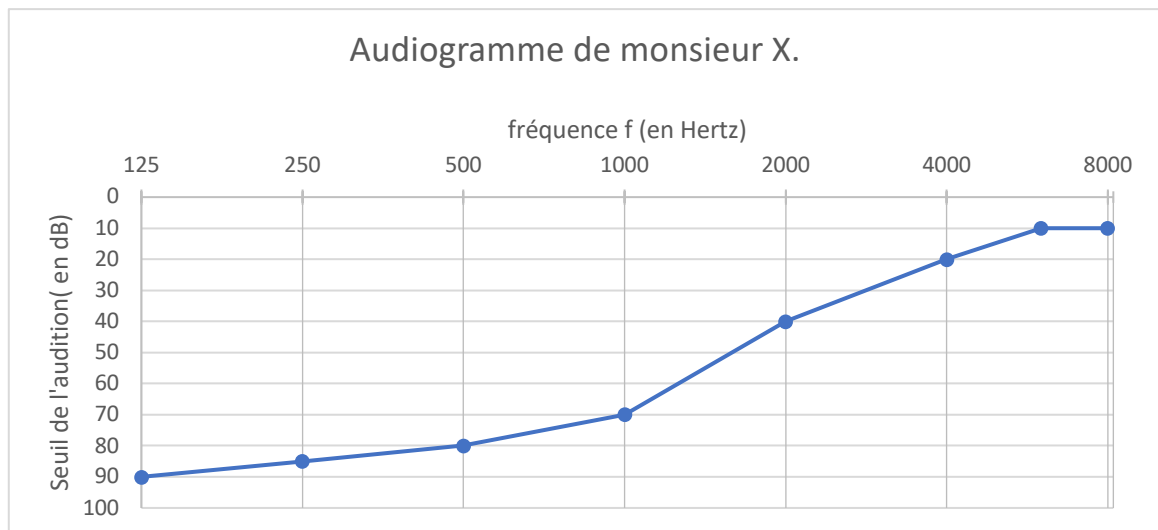

Figure 4 : Audiogramme de monsieur X
6. Grâce à l'observation de l'audiogramme de monsieur X représenté sur la **figure 4** et en tenant compte du niveau sonore d'une alarme (85 dB), proposer un développement argumenté pour déterminer le type de détecteur avertisseur à utiliser pour monsieur X.